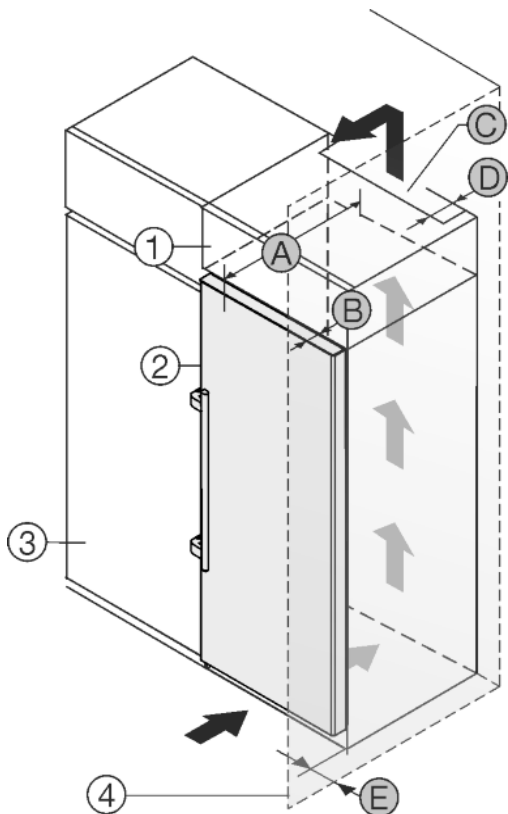

Fig. 23
Přístroj lze zabudovat do kuchyňských skříní. K vyrovnání přístroje Fig. 23 (2) na výšku kuchyňské linky lze na přístroj nasadit nástavec Fig. 23 (1).
Přístroj lze instalovat přímo vedle kuchyňské skřínky Fig. 23 (3). Aby bylo možné dvířka plně otevřít, musí přístroj přesahovat o hloubku Fig. 23 (B) vůči přední linii kuchyňské skřínky. V závislosti na hloubce kuchyňských linek a použití vymeřovačů odstupů od stěny může přístroj vyčnívat dále.
- Na zadní straně nastavné skřínky musí být větrací šachta hluboká Fig. 23 (D) přes celou šířku nastavné skřínky.
- Pod stropem místnosti musí být dodržen ventilační průřez Fig. 23 (C).
Pokud je přístroj se závěsy instalován vedle stěny Fig. 23 (4), musí být dodržena vzdálenost Fig. 23 (E) mezi přístrojem a stěnou. To odpovídá přesahu madla při otevřených dveřích.